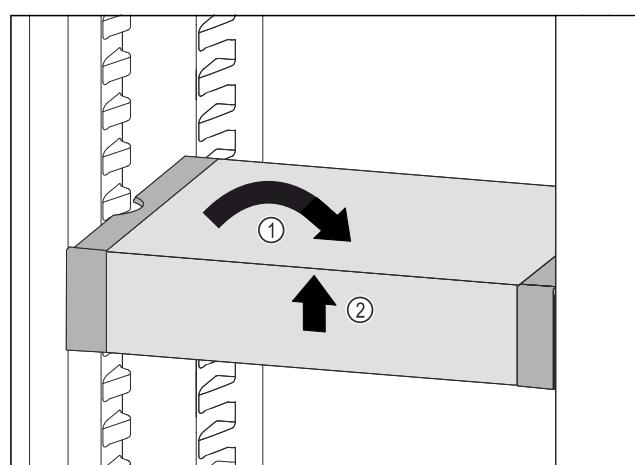

Fig. 148
- ▶ 将 VarioSafe 放平。Fig. 148 (1)
- ▶ 抬起 VarioSafe 前部。Fig. 148 (2)